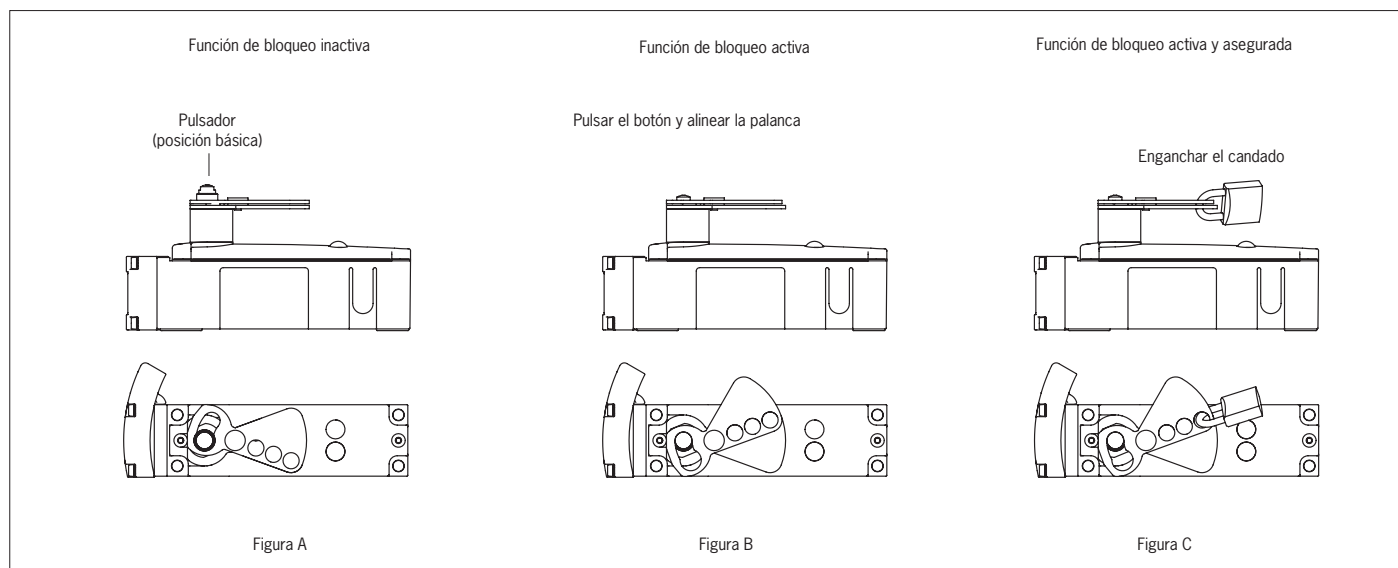

Figura 6: Uso de la pieza de bloqueo
2. Pulse el botón, coloque la pieza de bloqueo en la posición de bloqueo (Figura 6, A y B) y asegúrela con un candado (Figura 6, C).
3. Coloque la pieza de bloqueo en su posición original (Figura 6, A).